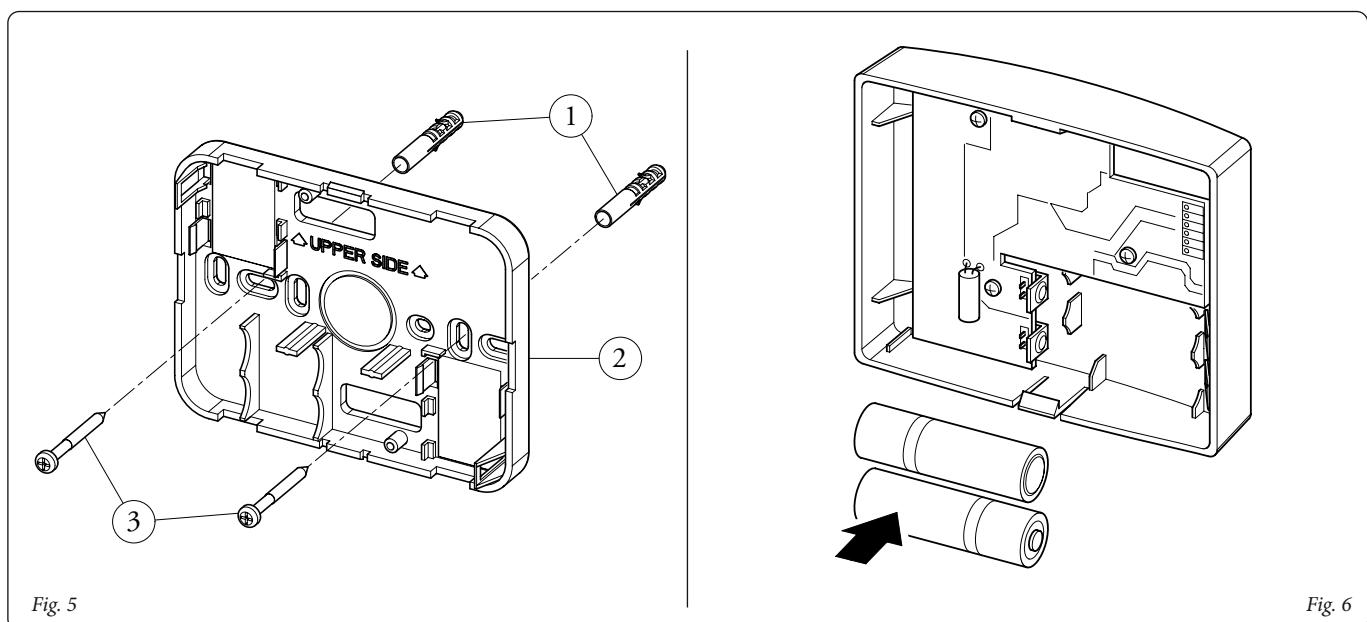

Fig. 6
4) Inserire le 2 batterie tipo AA da 1.5V (fornite in dotazione) (Fig. 6).